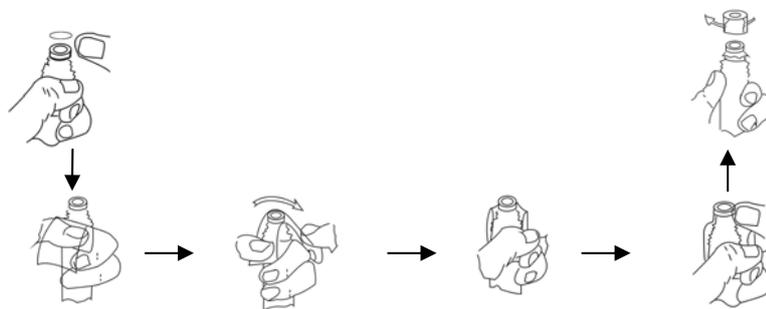

图12
- (2). 如图12所示，步骤A：在极壳下端装上O型胶圈①；步骤B-E：取出一张TEFLON氧膜②，适当用力拉紧，使其平铺在电极下端开孔处，再将TEFLON环套③盖在氧膜上（表面必须平整）；步骤F：用剪刀剪掉多余部分，套上紧固圈环④拧紧。